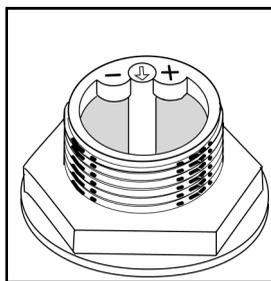

Рис. 26
- на горловине распределителя (рис. 26) имеется стержень со стрелкой, повернутой в положение “-“ (заводская регулировка);